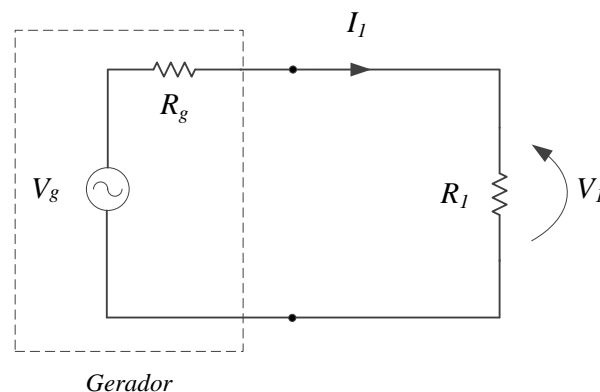

Figura 2 – Circuito com carga resistiva simples. No tracejado é indicado o modelo equivalente do gerador, onde $R_g = 50 \Omega$.
- Monte o circuito mostrado na Figura 2 no protoboard. Utilize $R_1 = 10 \text{ k}\Omega$. Conecte a ponta de prova no canal 1 (10) e seus terminais no resistor R1.